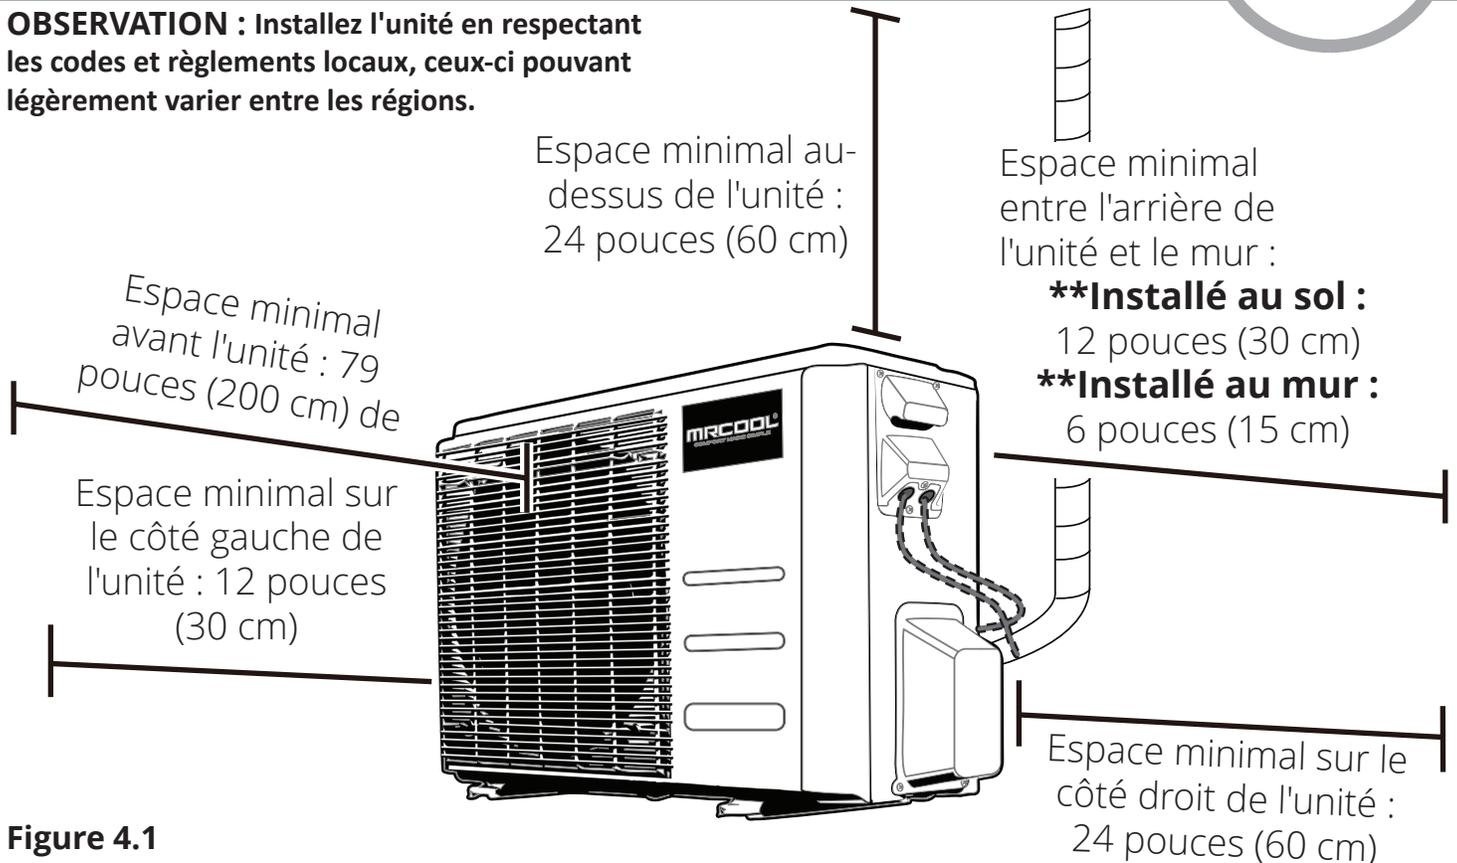

Figure 4.1
- Satisfait à toutes les exigences spatiales indiquées dans l'illustration ci-dessus (figure 4.1).